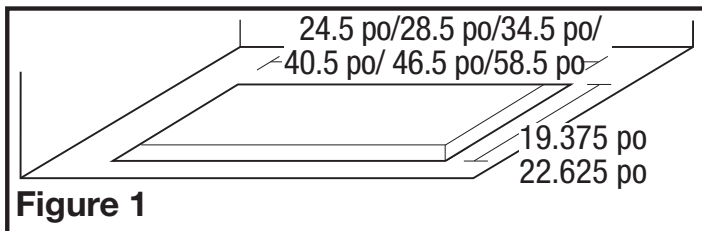

Figure 1
- Taillez un trou d'une grandeur appropriée pour l'armoire dans lequel le revêtement sera monté (Figure 1) :